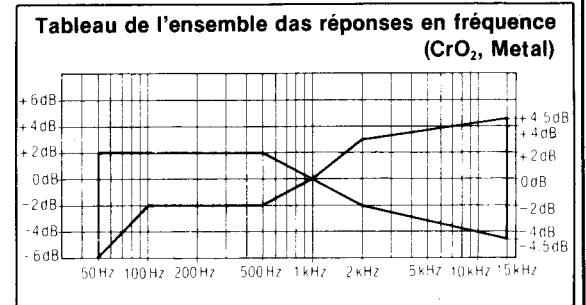

Fig. 14
8. Enlever la bande étalon vierge normale et placer la bande étalon QZZCRX (bande CrO₂). Enregistrer les signaux de 50Hz, 100Hz, 200Hz, 500Hz, 1kHz, 4kHz, 8kHz, 10kHz et 15kHz. Reproduire ensuite ces signaux et vérifier si la courbe est comprise dans les limites indiquées par le tableau de réponse de fréquence globale pour les bandes CrO₂ (Fig. 14).
9. Changer la bande étalon pour la bande étalon vierge QZZCRZ (bande métallique), et enregistrer les signaux de 50Hz, 100Hz, 200Hz, 500Hz, 1kHz, 4kHz, 8kHz, 10kHz et 15kHz. Ensuite, lire les signaux et vérifier si la courbe se trouve entre les limites indiquées dans le tableau de réponse en fréquence globale pour les ruban CrO₂ (Fig. 14).